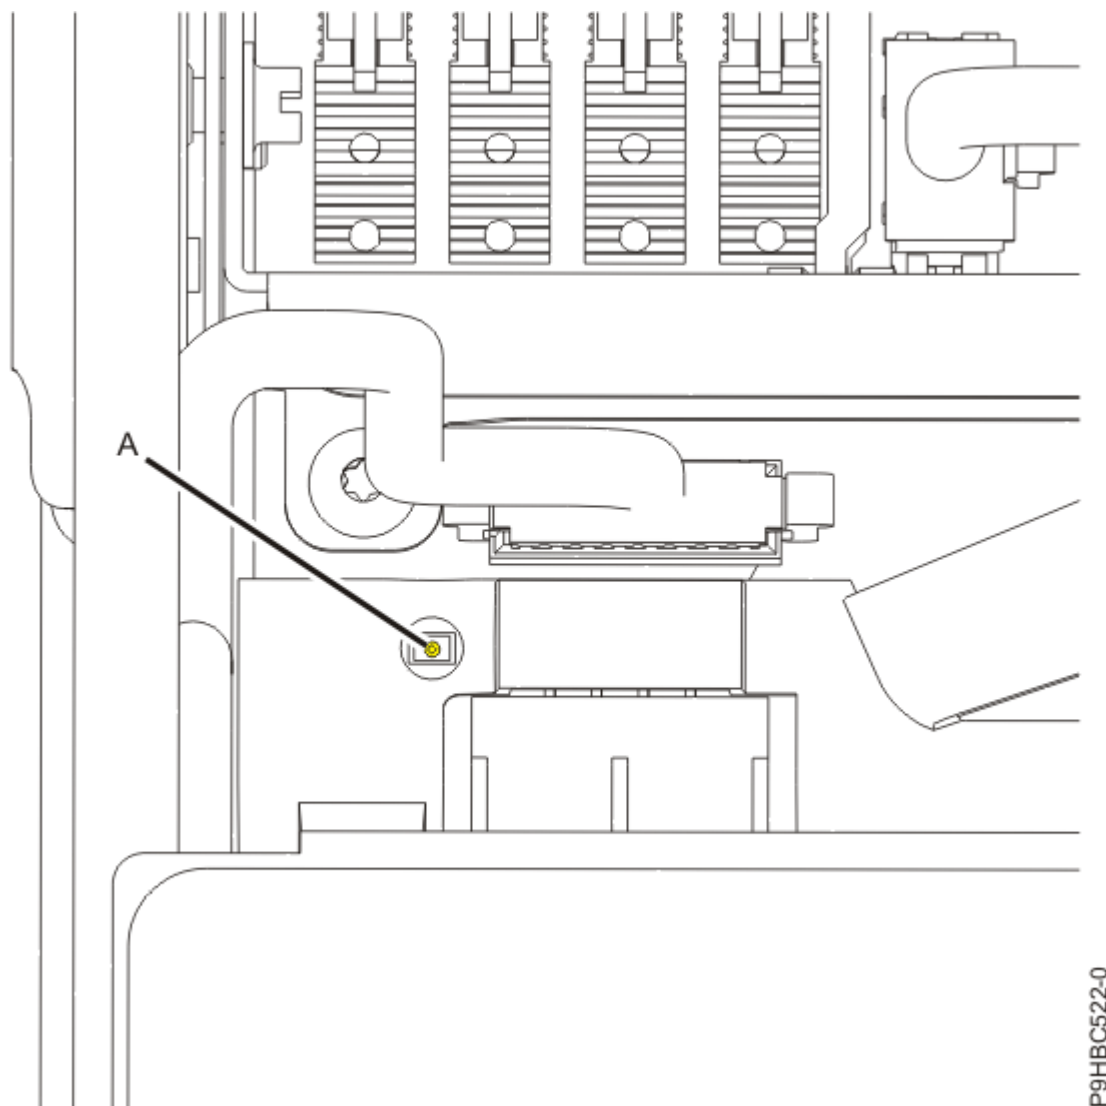

Figura 8. Ubicació del LED del panell de control
10. Busqueu el LED d'error de color ambre **(A)** per identificar el panell de control que ha fallat, tal com es mostra a la Figura 8 a la pàgina 10.